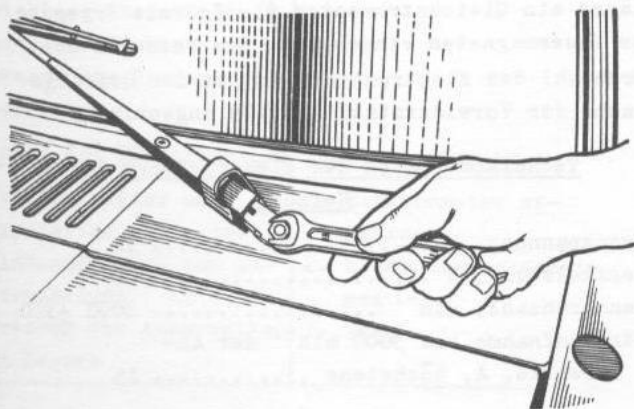

Bild 7-48. Trennen des Scheibenwischerblattes im Satz mit Wischerarmen
- Wischerblätter von Wischerarmen abziehen (Bild 7-48);